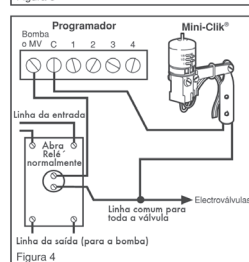

Figura 4
B. Válvulas Solenóide de 24 Volt com Bomba de Reforço (Veja Figura 4) Encontre o cabo comum para as válvulas Solenóide e o cabo comum para a bobina do relé que faz o arranque da bomba. Se estes dois cabos estão conectados ao terminal "comum" no controlador, desconecte-os. Enrole estes dois cabos junto com um cabo do Mini-Clik, e prenda-os com conector para cabos. Ligue o outro cabo do Mini-Clik ao terminal "comum" no controlador. Observação: A saída do circuito da bomba deve ser de 24 volts nesta situação. Continue se for de 110V.